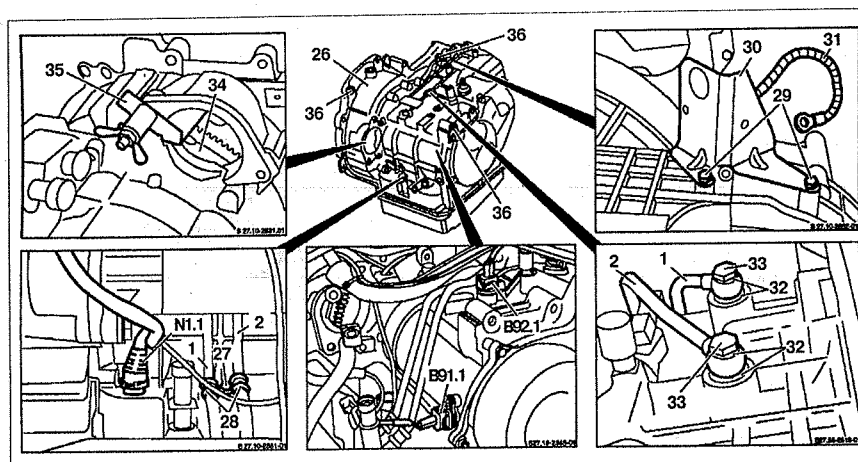

Рис. 6.53. Снятие и установка АКПП (автомобили с двигателями 104.900):
4. Открутите болт 27 крепления хомута 28 на коробке передач 26 (см.рис.6.53).